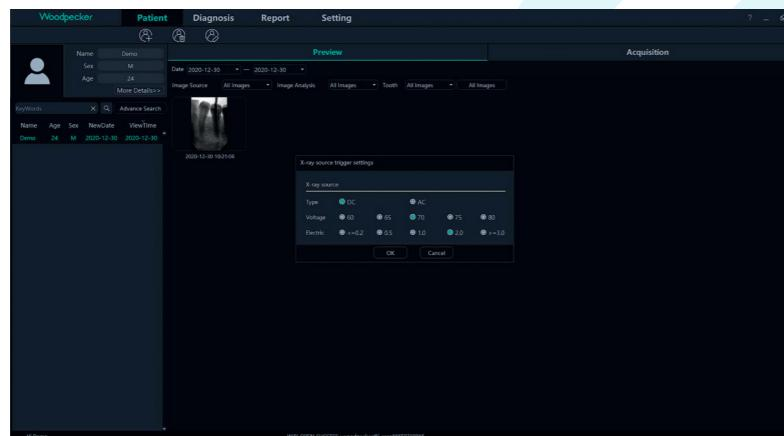

Figura 27
- 3.** Quando o software for usado pela primeira vez, o utilizador será solicitado a definir os parâmetros relevantes da fonte de raios X da clínica. As fontes de raios X são divididas em frequência de potência, frequência média e alta frequência. Selecione AC (Alternating Current mode, modo de corrente alternada) para a frequência de potência e DC (Direct Current mode, modo de corrente contínua) para média e alta frequência. TriggerThreshold é o limite de disparo da dose de raios X. A tensão e a corrente são definidas de acordo com os parâmetros da fonte de raios X, conforme mostrado na Figura 27: